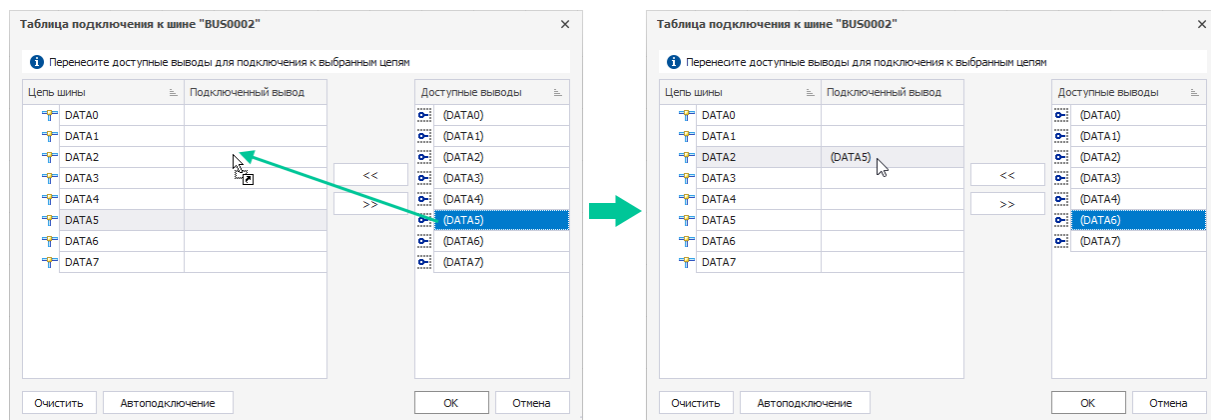

Рис. 193 Использование механизма «drag-and-drop» для установки соответствия между выводом и цепью шины
2. Переместить курсор мыши в левую часть окна в строку с именем подключаемой шины, удерживая кнопку мыши зажатой, см. Рис. 193.